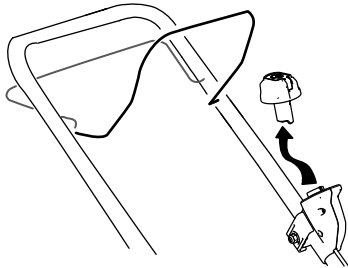

Bild 16
1. Entfernen Sie den Taster für Elektrostart (Bild 16).